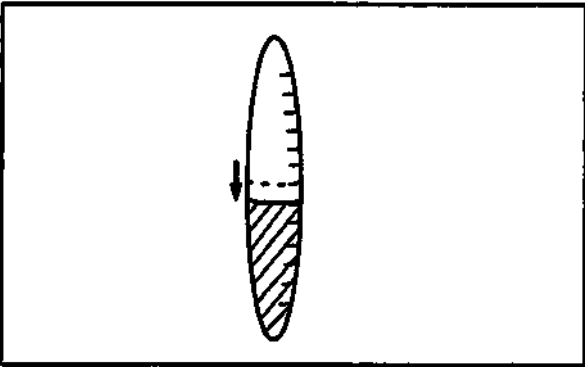

Рис. 4.74
7. После того, как зуммерный сигнал прозвучал три раза, проверьте, понизился ли уровень спирта приблизительно на одно деление шкалы индикатора (около 6 мм). (Это позволяет сделать вывод о том, блокированы ли спиртовой насос или трубки около насоса) (см. рис. 4.74).